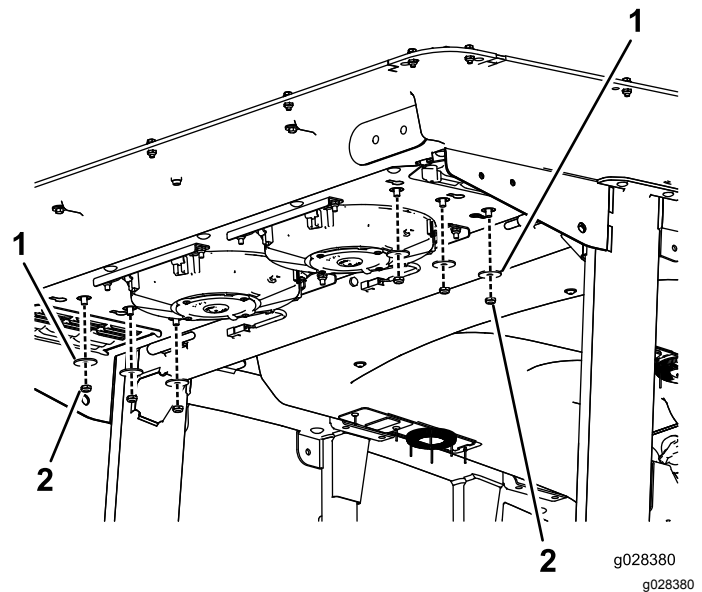

Bild 136
2. Entfernen Sie die sechs Schrauben und Muttern von der Unterseite des Kabinenhecks (Bild 136).